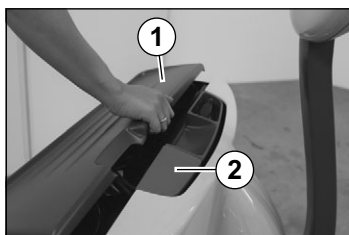

Fig. 23 Åbning af batteridæksel
7. Hold batteridækslet med griberen (se fig. 23), og luk det.